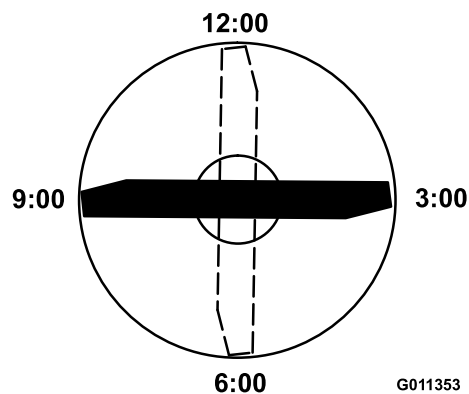

Figure 121
4. Positionnez le tranchant de l'extrémité marquée à la position 12 heures (droit devant dans la direction de la tonte) (Figure 121) et mesurez la hauteur de la surface plane au tranchant de la lame.
5. Tournez l'extrémité marquée de la lame aux positions 3 et 9 heures (Figure 121) et mesurez les hauteurs respectives.